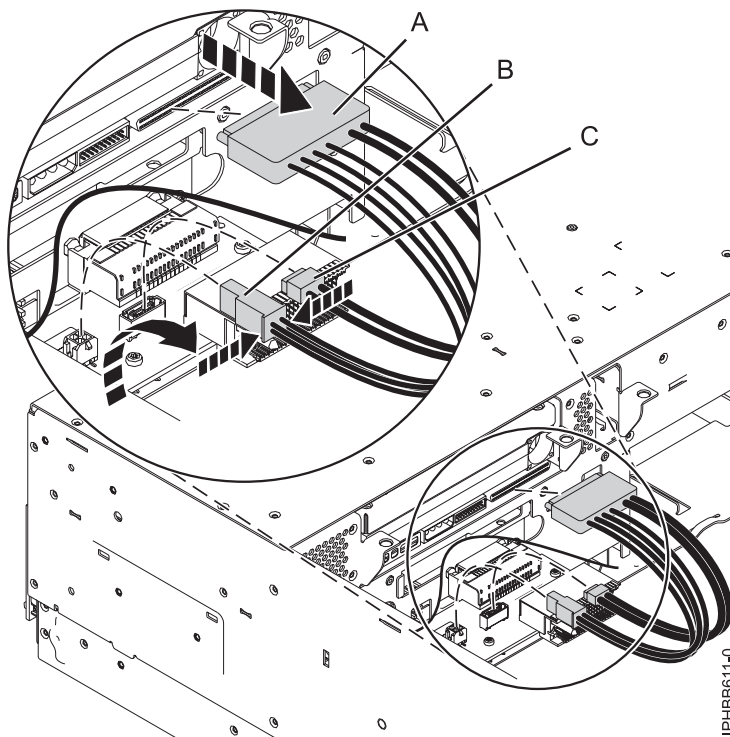

Abbildung 5. Kabel der Datenträgereinheit von Plattenlaufwerk-Rückwandplatine abziehen
11. Ziehen Sie die Kabel an der Rückseite der Plattenlaufwerk-Rückwandplatine ab (siehe Abb. 5). Wenn Sie ein externes SAS-Kabel angeschlossen haben, achten Sie darauf, dass Sie das SAS-Kabel von der Plattenlaufwerk-Rückwandplatine abziehen. Weitere Informationen zum externen SAS-Anschluss finden Sie unter Externen SAS-Anschluss installieren - System 8233-E8B oder 8236-E8C.